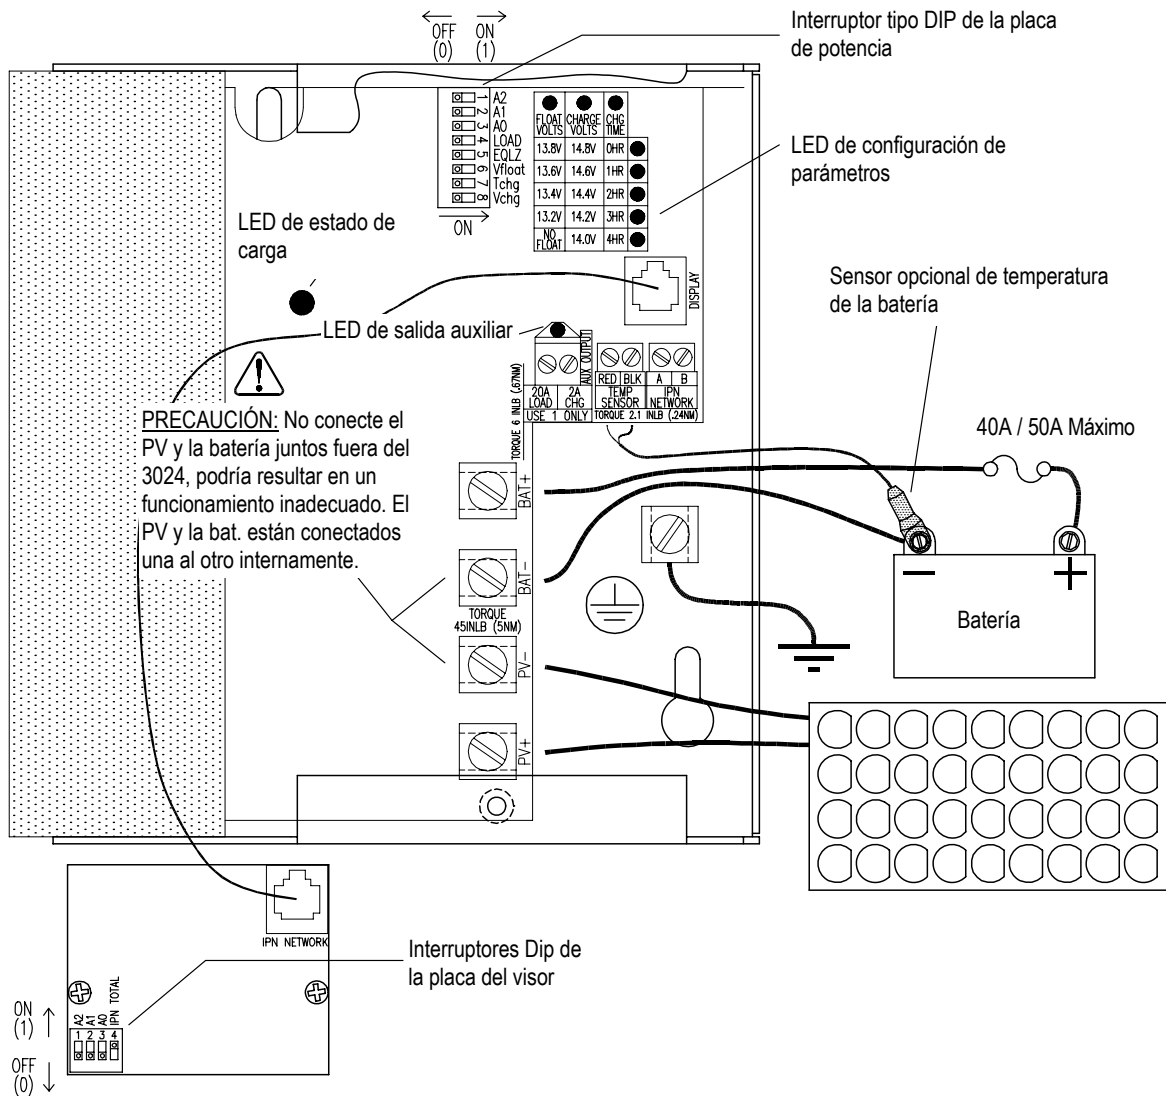

FIGURA 3
- Los parámetros de configuración están divididos en dos categorías: Básicos y Avanzados. Los parámetros básicos pueden ser configurados usando solamente el 3024 dentro de los pasos y rangos limitados que se muestran en la Figura 3. Los parámetros avanzados requieren el uso del remoto IPN-ProRemote para acceder a los mismos. El IPN-ProRemote también permite que los ajustes básicos sean configurados en pasos más pequeños y sobre rangos más amplios. Todos los parámetros de configuración son retenidos si se pierde la alimentación o si el IPN-ProRemote se usa únicamente como una herramienta de configuración y luego se lo quita.
Los valores configurados del voltaje de aceptación de carga, el voltaje de carga flotante y de tiempo de carga pueden ser vistos o cambiados usando los LED de configuración de parámetros y los interruptores DIP que se muestran en la Figura 3. Opere solamente un interruptor por vez. Para ver el ajuste actual cambie momentáneamente el interruptor DIP apropiado a la posición encendido ON (  $V_{CHG}$  #8,  $V_{FLOT}$  #6 o  $T_{CHG}$  #7). Para una batería de 24V, los valores configurados de voltaje reales son duplicados.
La salida auxiliar puede servir para una de tres funciones: como cargador auxiliar de batería de 2A, como controlador de carga de 20A con desconexión por bajo voltaje (LVD por su sigla en inglés) o como un controlador de iluminación variable de anochecer a amanecer de 20A. La función de cargador/carga es seleccionada por el interruptor DIP #4 que se muestra en la Figura 3. Se necesita el Remoto IPN-ProRemote para ajustar los umbrales LVD o habilitar el control de iluminación anochecer a amanecer. Las salidas auxiliares en un sistema de múltiples controladores funcionará normalmente, pero solamente podrá ser configurada o monitoreada la salida auxiliar en el maestro mediante el uso del IPN-ProRemote. El LED de la salida auxiliar "Load" (Carga) se iluminará toda vez que la salida auxiliar esté encendida ON.